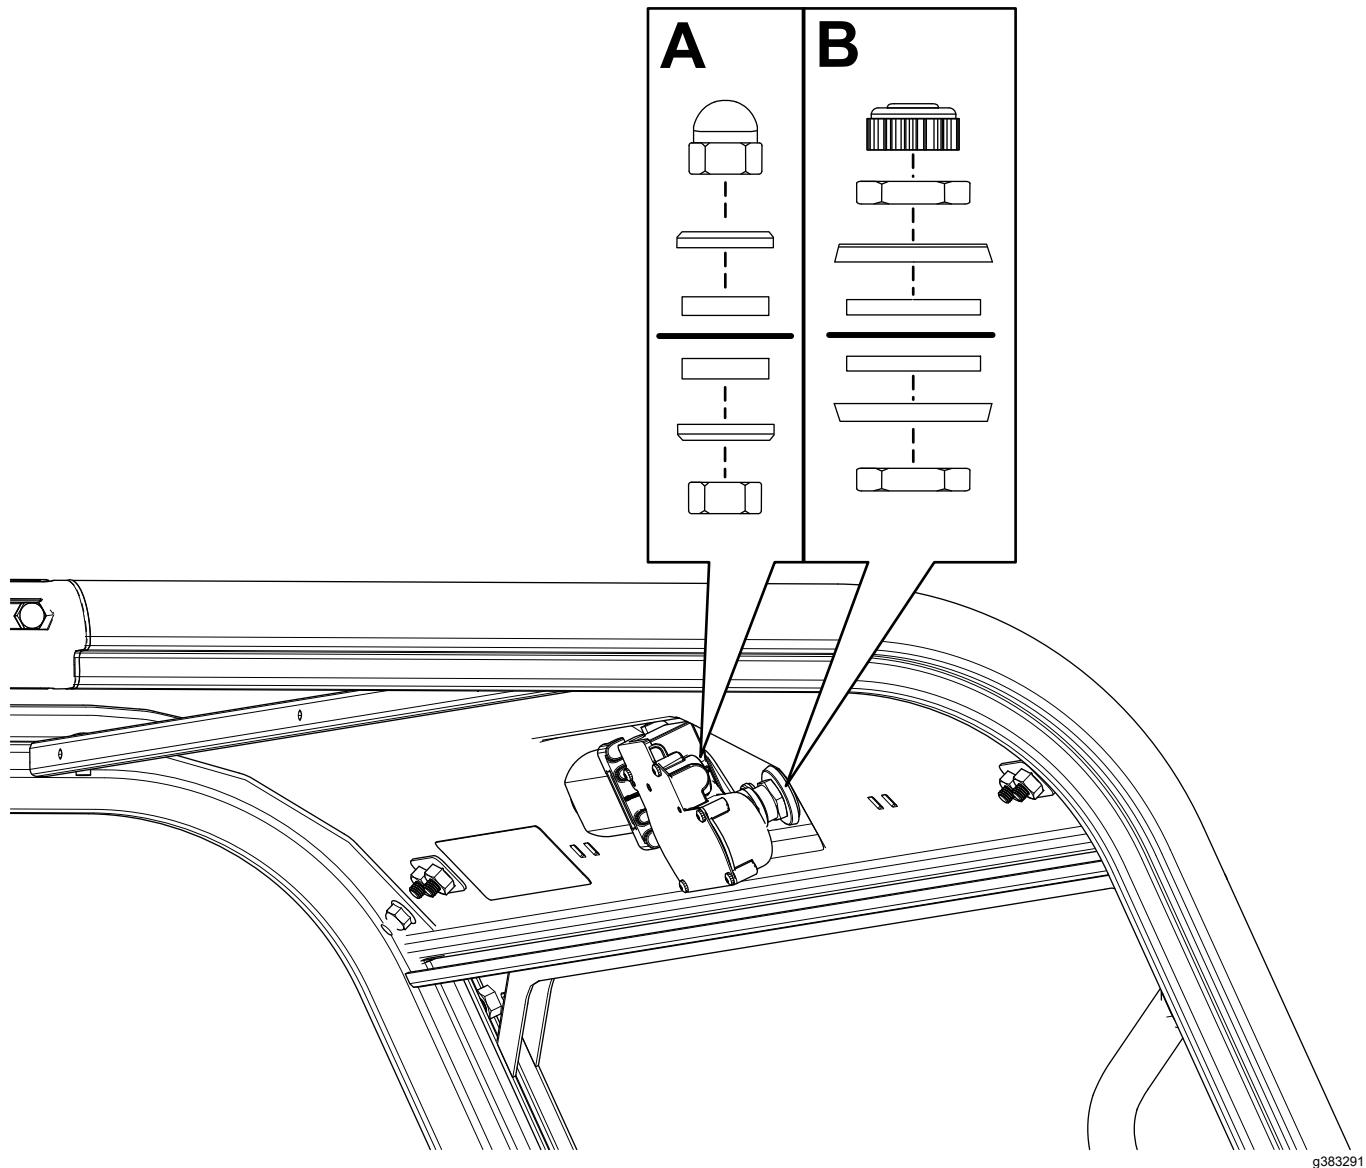

Рисунок 8
1. Прикрепите электродвигатель стеклоочистителя к передней поперечине конструкции ROPS, используя крепежные детали, прилагаемые к электродвигателю (Рисунок 8).
Поперечина показана в виде сплошной черной линии на видах А и В на Рисунок 8.